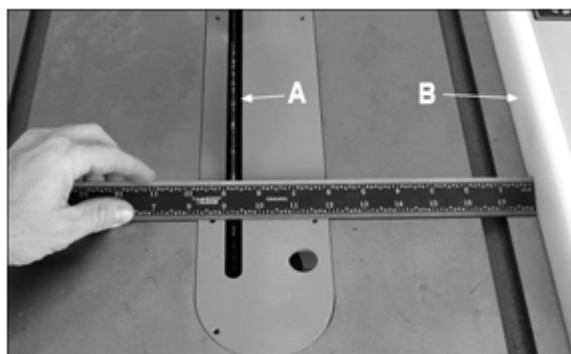

Рис. 29
Упор для заготовки (B, рис. 29), должен быть установлен в размер ширины распила при использовании наклеиваемой линейки на передней несущей рейке, или измеряя расстояние между пильным диском (A) и упором для заготовки (B).